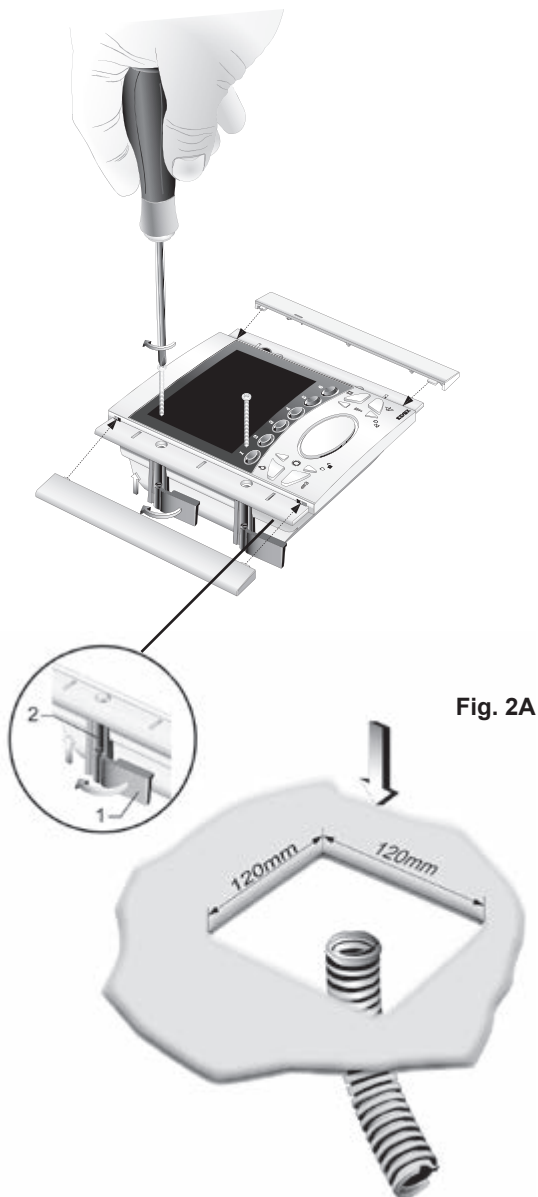

Fig. 2A
- Fixer les étriers au portier-vidéo comme indiqué dans la figure en tenant les curseurs bien alignés aux côtés du portier-vidéo (voir part. 1 Fig. 2A)
- En vissant, les curseurs doivent s'aligner orthogonalement au portier-vidéo (voir part. 1 Fig. 2A).